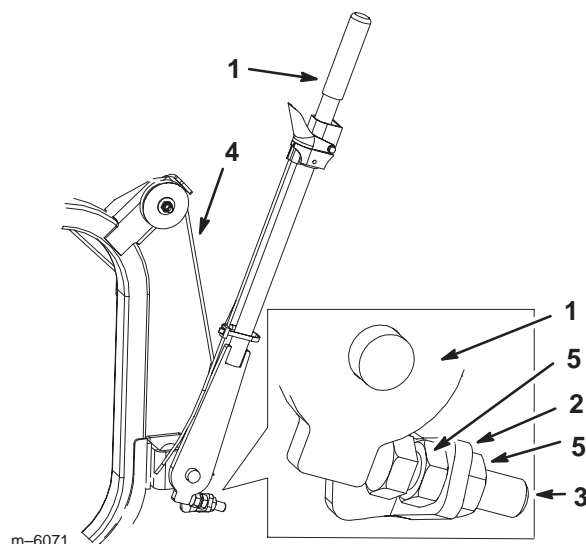

Figure 20
1. Desserrez les écrous de chaque côté de la patte de butée (Fig. 20).
2. Réglez le boulon de butée jusqu'à ce qu'il n'y ait plus de mou dans le câble du bac de ramassage (Fig. 20).
3. Serrez les écrous de chaque côté de la patte de butée (Fig. 20).